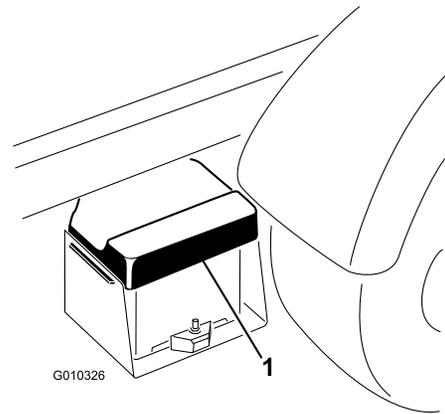

図 5
1. バッテリーケースからバッテリーを取り外す (図 5)。